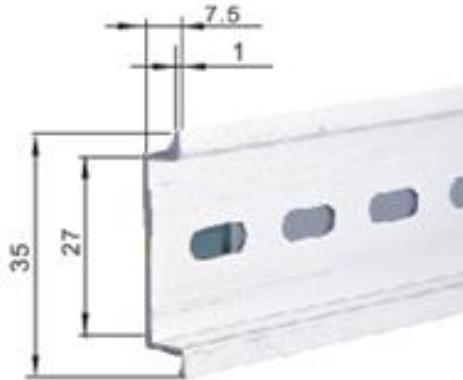

图1 TH35-7.5 (1.0) 型标准导轨
- c 安装在TH35-7.5 (1.0) 标准导轨上(见图1);
(3) 正常的贮存条件